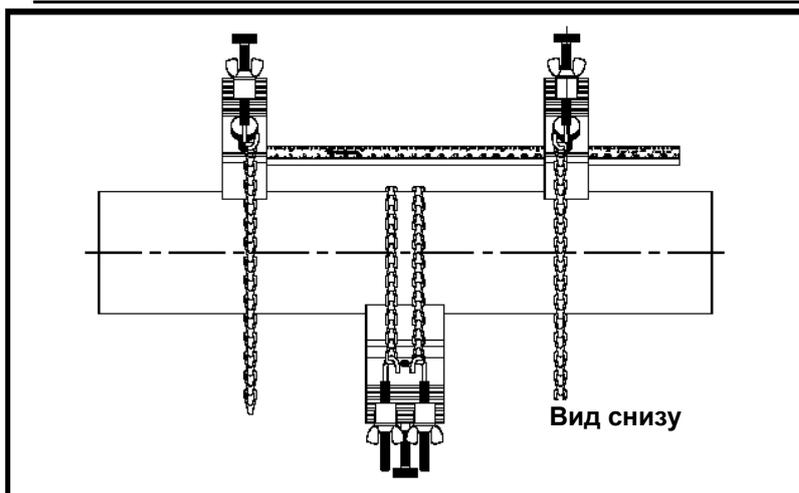

Рис. 32. Длинный и короткие блоки, прикрепленные к трубе
9. Оберните цепь вокруг трубы и зацепите цепь за крюк с винтом на противоположной стороне блока. Выполните это для обоих блоков (см. рис. 32 внизу).